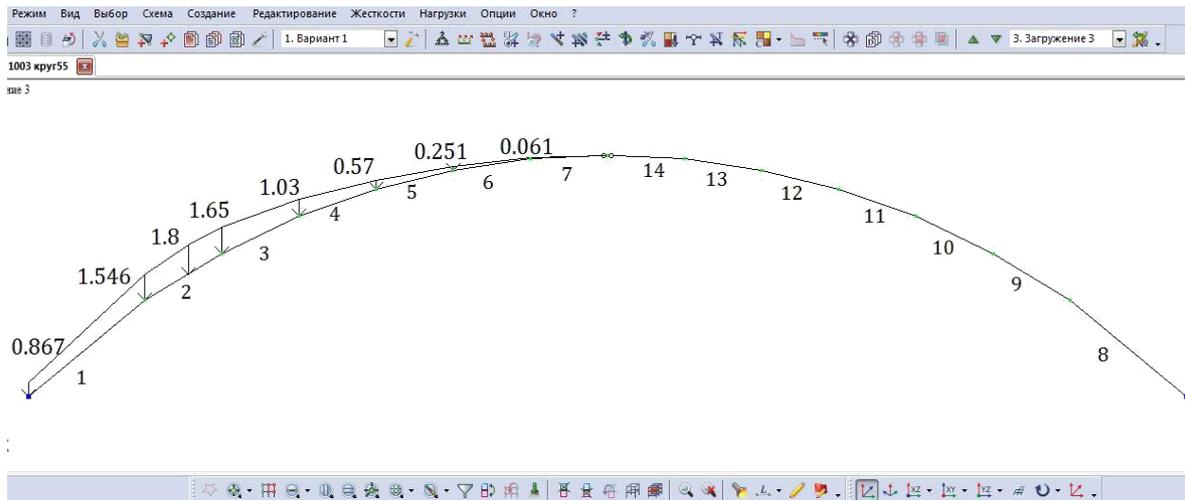

Рис. 2.33. Третье загрузение (снеговая нагрузка, распределенная по треугольнику на половине пролета)
- Вид расчетной схемы после задания в схеме нагрузок третьего загрузжения приведен на рис. 2.33.